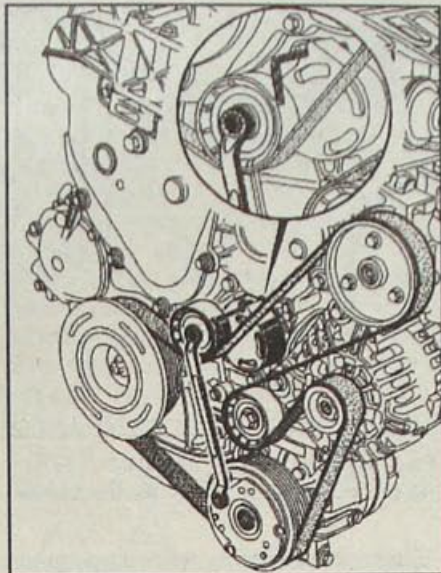

Рис. 15.9. Ослабление натяжения ремня привода вспомогательного оборудования
- Ослабьте натяжение ремня, накидным ключом повернув по часовой стрелке ось натяжного ролика и зафиксируйте ролик с помощью приспособления (рис. 15.9).